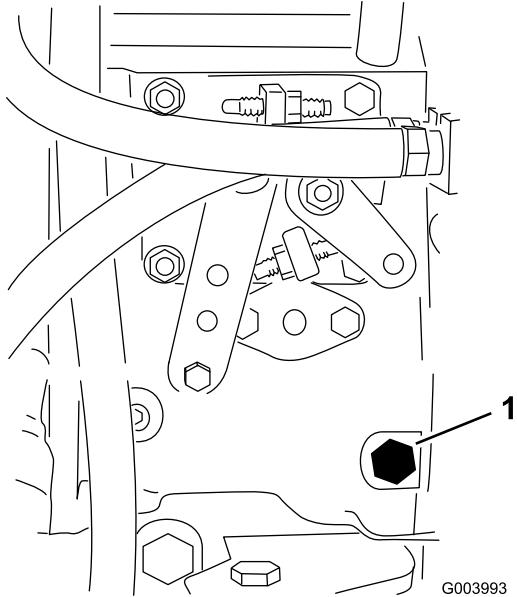

图21
3. 用 12mm 板手打开燃油喷射泵（图21）上的排气螺丝。